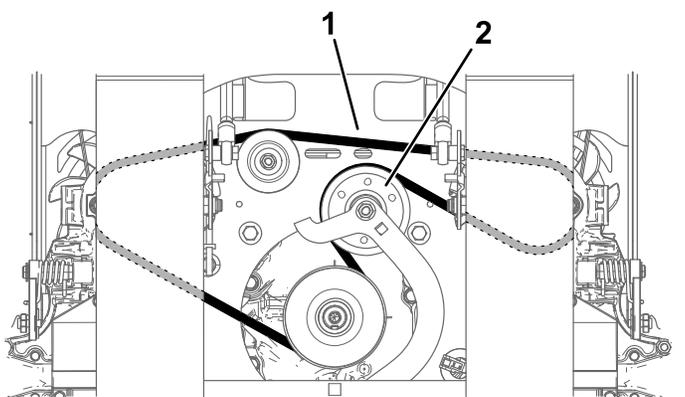

Рисунок 59
7. Снимите ремень (Рисунок 59).
9. Установите новый ремень, проложив его вокруг шкивов, как показано на Рисунок 59.